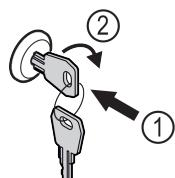

Fig. 123 Atvaizdo pavyzdys
- Ispauskite raktą Fig. 123 (1).
- Pasukite raktą 90° pagal laikrodžio rodyklę Fig. 123 (2).